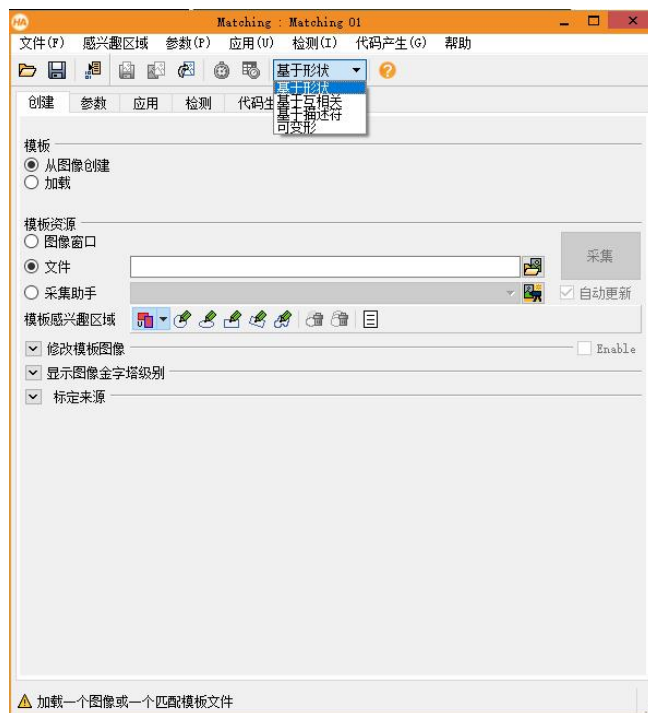

图 2-10 Halcon 匹配助手中的匹配方法
① 从参考图像上选择检测目标。使用矩形选区等方式，从参考图像上选择一块 ROI，然后用“reduce_domain”算子将该区域剪裁成一个独立的图像区域。
② 创建模板。“create_shape_model”算子生成的匹配图像有移动和旋转，“create_scaled_shape_model”算子除了移动和旋转还有放大缩小。
③ 模板匹配。调用算子“`find_scaled_shape_models`”，或者“`find_shape_model`”
④ 匹配结束后，`clear_shape_model (ModelID)`，释放资源。
① 打开 HDevelop，选择“助手” → “打开新的 Matching”选项，选择要使用的匹配方法，在此以基于形状为例。如图 2-10。